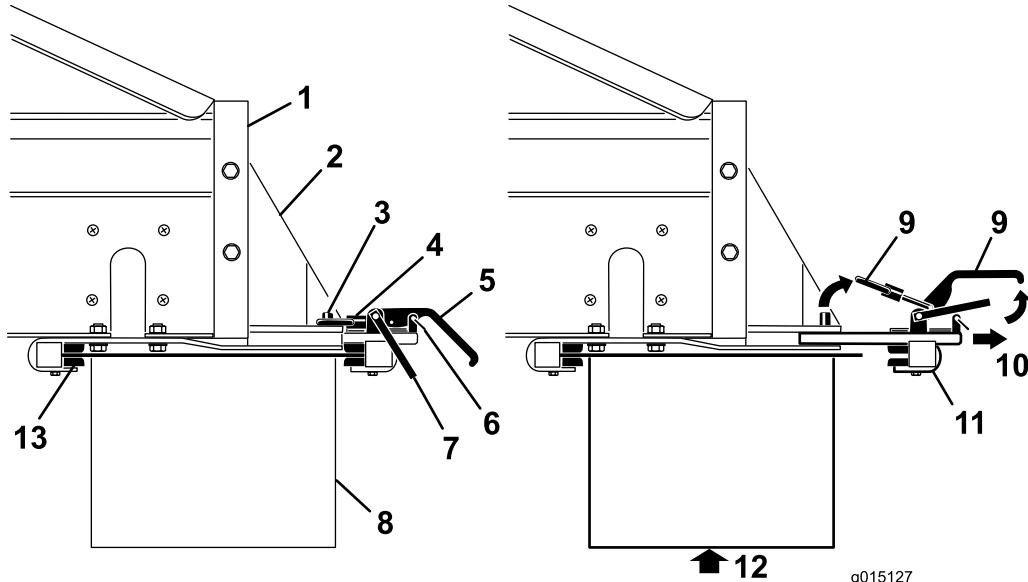

Figure 15
1. Retirez les clips des verrous de sécurité sur les poignées des pinces de fixation (Figure 15).
2. Levez le verrou de sécurité, puis levez les poignées des pinces de fixation de l'accessoire et dégarez les bagues de blocage des goupilles de blocage (Figure 15).
3. Sortez la pince de fixation rapide arrière des fentes de montage (Figure 15).
4. En vous faisant aider par une autre personne, insérez le bord avant de l'accessoire vers le haut et sous l'arrière de la machine, dans les brides de fixation avant sur les supports (Figure 15).
5. Tout en soutenant l'accessoire, repoussez la pince de fixation arrière dans les fentes des supports et par-dessus le bord arrière (Figure 15).
7. Reposez les clips des verrous de sécurité sur les poignées des brides de fixation (Figure 15).